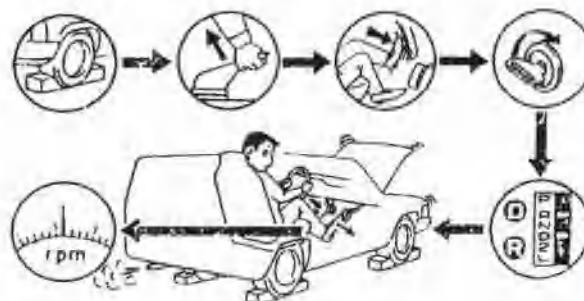

图 5.4 失速试验
- ① 选择一块宽敞平整的场地，停放车辆。
- ② 用驻车制动器或脚制动器将车轮抱死。
- ③ 将变速杆分别置于 D 位或 R 位。
- ④ 启动发动机，使变速器油温在 50°C~80°C。
- ⑤ 用三角木将 4 只车轮前后均堵住，防止车辆蹿动。
- ⑥ 发动机怠速运转，猛踩一脚加速踏板，使节气门全开，转速上升至稳定时，迅速读取转速数据，这个转速就是失速转速。然后分别在 D 位和 R 位各读取一个失速转速数据，如图 5.4 所示。